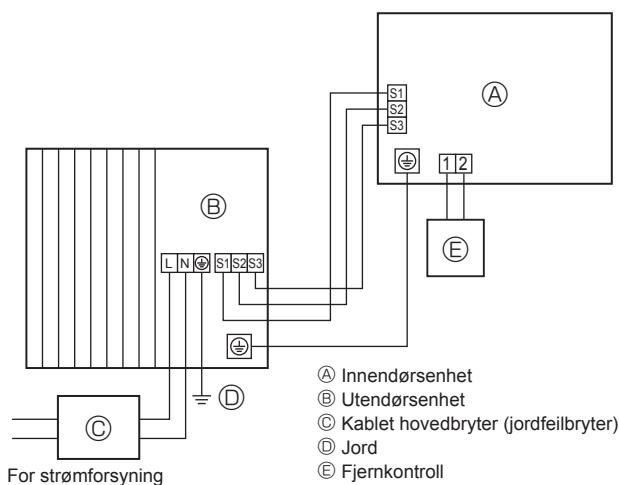
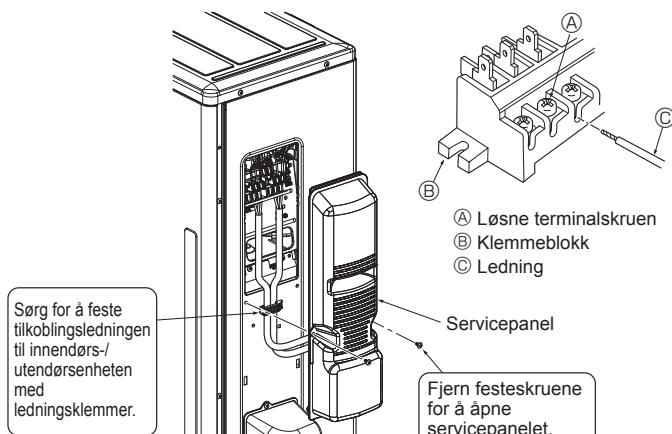
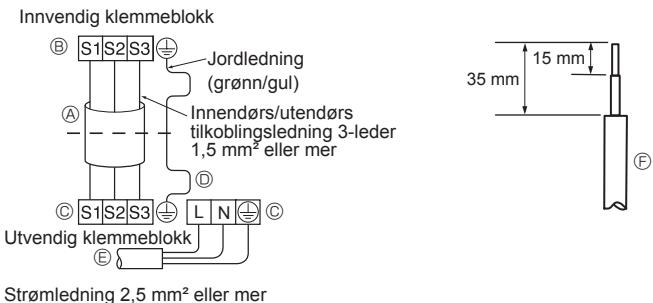

Fig. 6-1
Fig. 6-3
Fig. 6-2
6.1. Utendørsenhet (Fig. 6-1, Fig. 6-2, Fig. 6-3)
- ① Fjern servicepanelet.
- ② Koble til kablene med henvisning til Fig. 6-1, Fig. 6-2 og Fig. 6-3.
- Utfør kabling som vist i figuren nede til venstre. (Anskaff kabelen lokalt) (Fig. 6-2)